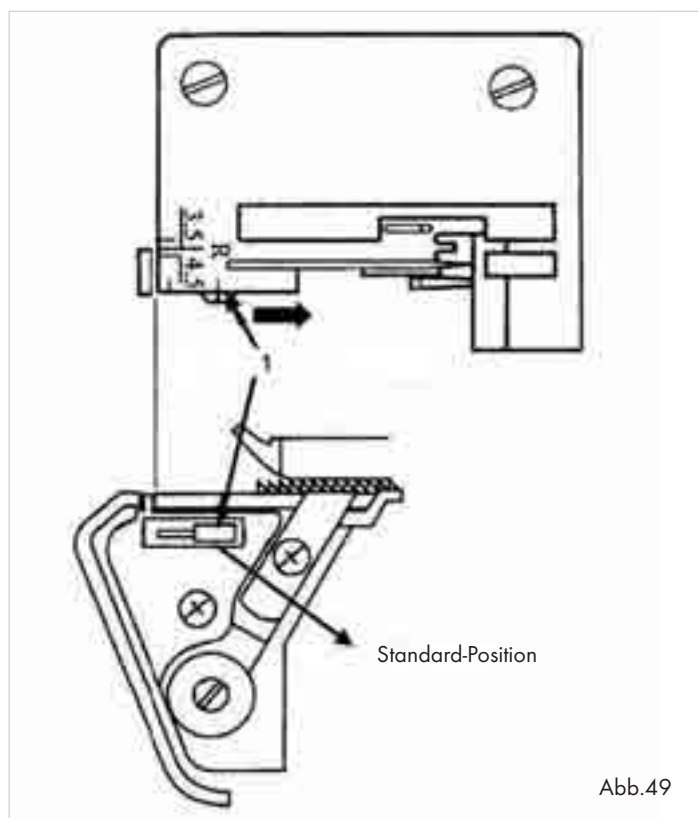

Abb.49
- Öffnen Sie die Frontklappe ⑩.
- Schieben Sie den Nahtbreitenschalter ⑬ auf „S“, damit der Nahtbreitenfinger vorgeschoben wird (1)(Abb. 49).
① Hinweis: